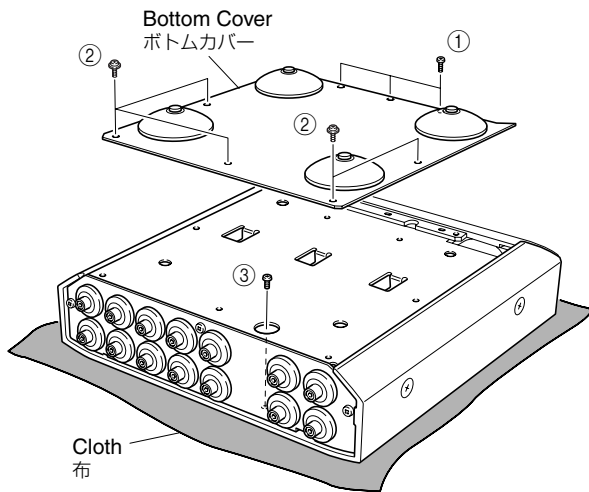

Fig. 1
1. Removal of Bottom Cover (Fig. 1)
- Remove 3 screws (①) and 5 screws (②).
- Remove 1 screw (③). (Fig. 1)
1. ボトムカバーの外し方 (Fig. 1)
- ①のネジ3本、②のネジ5本を外します。
- ③のネジ1本を外します。(Fig. 1)